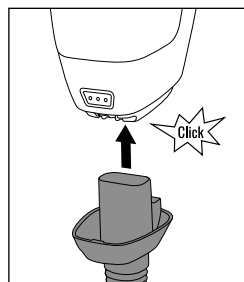

Fig. 8
- ◆ Inserte el adaptador para el tubo de aspiración 24 en la unidad motriz 8 hasta que encastre audiblemente (consulte la fig. 8).